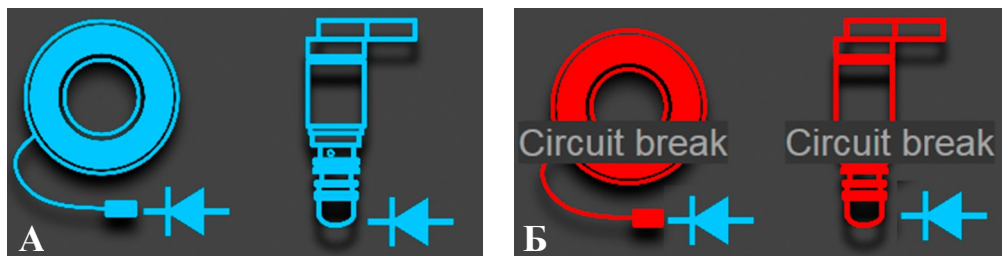

Рисунок 28. Результати діагностики електромагнітної муфти та/або клапана:
6.1. Перевірте працездатність електромагнітної муфти та/або клапана. Для цього натисніть на кнопку "Clutch Valve test" на екрані головного меню. На екрані відобразиться результат діагностики в графічному вигляді (рис. 28). Колір елемента, що перевіряється, зміниться на синій, якщо елемент справний, і червоний - знайдено несправність. Додатково на екрані буде відображено вид виявленої несправності: коротке замикання "Short circuit" або обрив ланцюга "Circuit break". Також поруч із зображенням елемента, що перевіряється, буде відображено значок діода за його наявності.